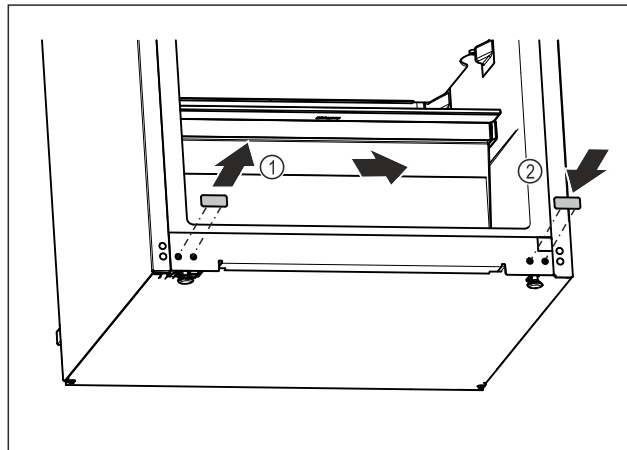

Fig. 12
- Vedä peitetulpat irti. Fig. 12 (1)
- Aseta peitetulpat vastapäiselle puolelle. Fig. 12 (2)